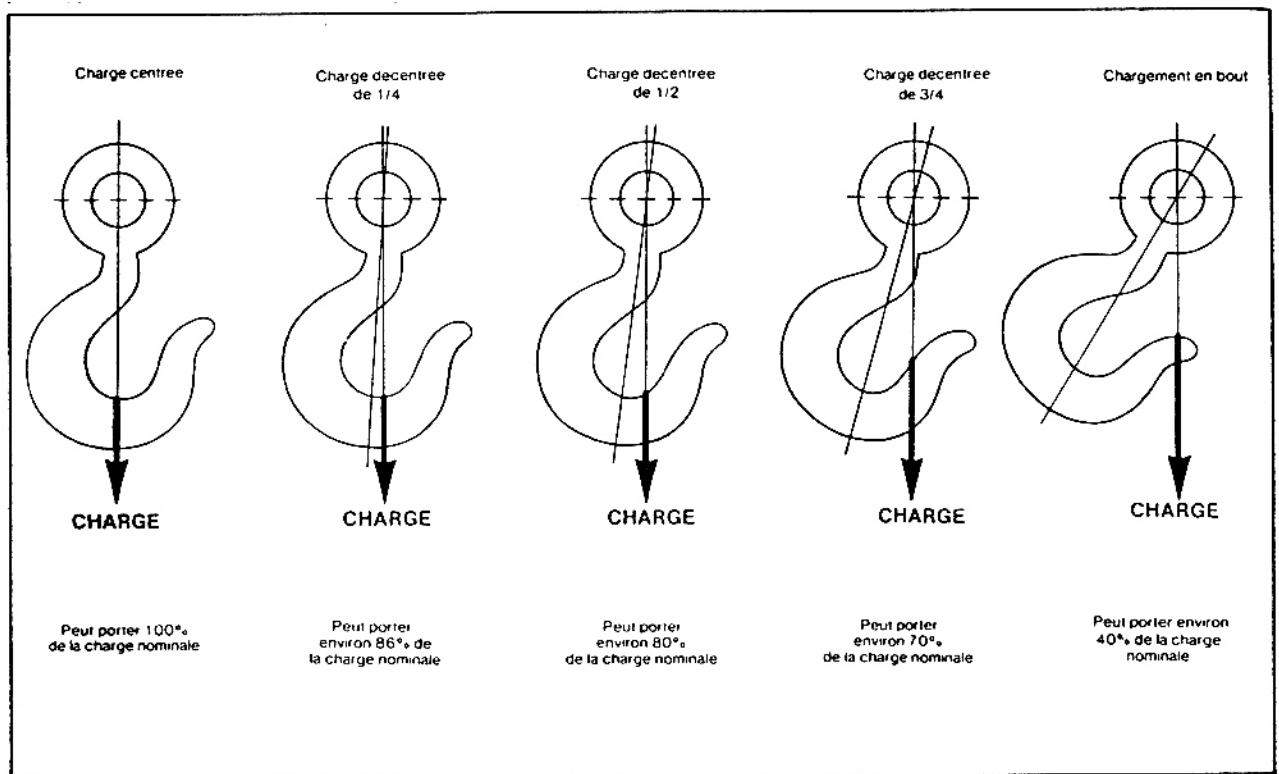

Figure 7 – Effet du décentrement de la charge sur la capacité du crochet
- d) les moufles de palan (voir figure 7).
Les charges maximales ne valent que lorsque la tension est appliquée entre la selle et l'extrémité du crochet, la charge maximale est réduite beaucoup (voir figure 7).